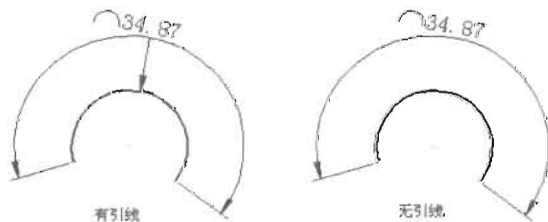

图 10-42
② 引线: 添加引线对象。仅当圆弧 (或圆弧段) 大于 90° 时才会显示此选项。引线是按径向绘制的, 指向所标注圆弧的圆心, 如图 10-42 所示。